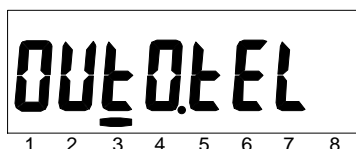

Рисунок 47 – Окно при настройке выхода на режим телеметрии.
5.4.7.13 Окно состояния выхода при настройке выхода на режим телеметрии приведено на Рисунок 47. В этом режиме все функции реле отключены и на выход выдаются импульсы с частотой пропорциональной потребляемой мощности.